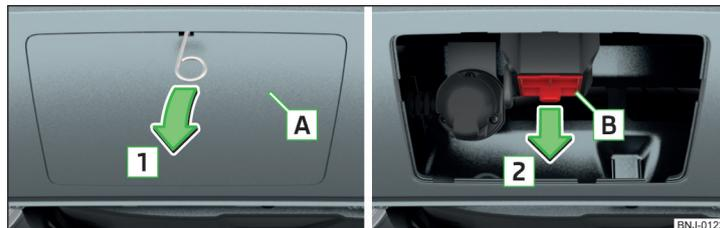

Fig. 154 Rimuovere la calotta di copertura: sul parafanghi posteriore / per il pozzetto di alloggiamento
- Rimuovere la calotta di copertura **A** » fig. 154 in direzione della freccia **1** utilizzando la staffa per la rimozione dei copriruota integrali inclusa nell'attrezzatura di bordo » pag. 173.
Dopo averli rimossi, conservare il coperchio [A] e [B] » fig. 154 in un posto idoneo all'interno bagagliaio.
➤ Inserire la calotta di copertura **B** » fig. 154 a pag. 133 in direzione opposta a quella indicata dalla freccia **2**.
➤ Attaccare la calotta di copertura **A** » fig. 154 a pag. 133 dai "gancetti" presenti nella parte inferiore del parafranghi.